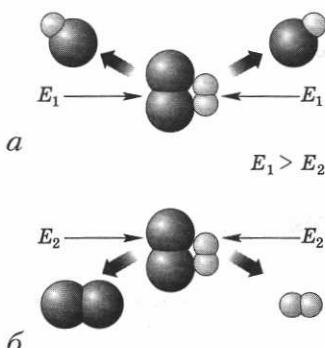

Рис. 1. Возможные варианты столкновения молекул:
■ Далеко не каждое столкновение молекул приводит к их взаимодействию, а только незначительное их число, так называемые активные столкновения (рис. 1, а). Подавляющее число соударений молекул не приводят к образованию новых веществ и напоминают соударение «упругих шаров»: молекулы сталкиваются и разлетаются, не прореагировав друг с другом (рис. 1, б). С ростом температуры, например при подогревании реагирующих веществ, число активных соударений возрастает. К реакции приводит столкновение только тех молекул или других частиц, у которых запас энергии достаточен для взаимодействия, для преодоления энергетического барьера. Большинство веществ достаточно устойчивы, иначе они не могли бы существовать. Для того чтобы произошло взаимодействие, должен произойти разрыв химических связей между частицами в исходных веществах. При этом образуются временные непрочные, менее устойчивые, чем реагенты и продукты реакции, соединения. Их называют **активированными комплексами (АК)**.